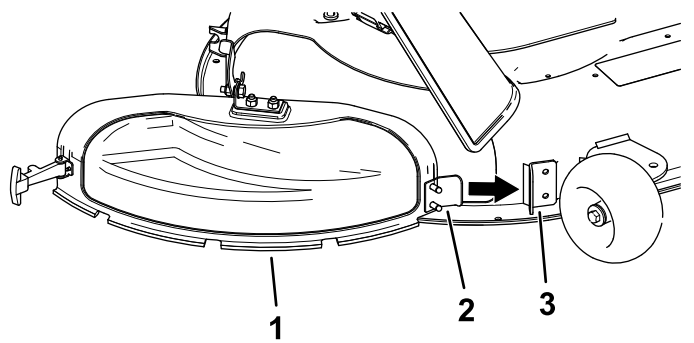

Figure 14
3. Inclinez la languette en métal sur le couvercle d'éjection pour la rentrer dans la fente du support qui est soudé au plateau de coupe (Figure 14).